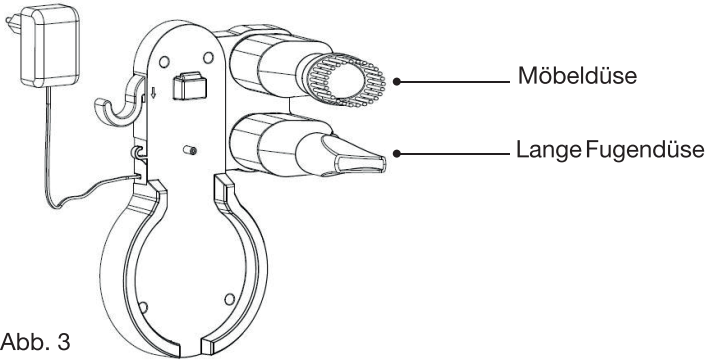

Abb. 3
- Sie können die lange Fugendüse und die Möbeldüse an der Wandhalterung verstauen (Abb. 3).